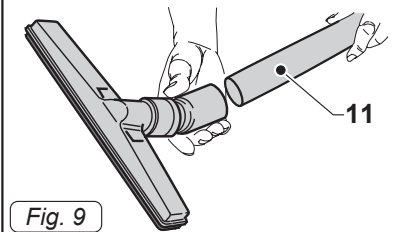

Fig. 9
- Agganciare alle prolungher rigide (11 Fig.9) l'accessorio voluto (bocchetta di aspirazione, spazzola a pennello, bocchetta a lancia, ecc..)